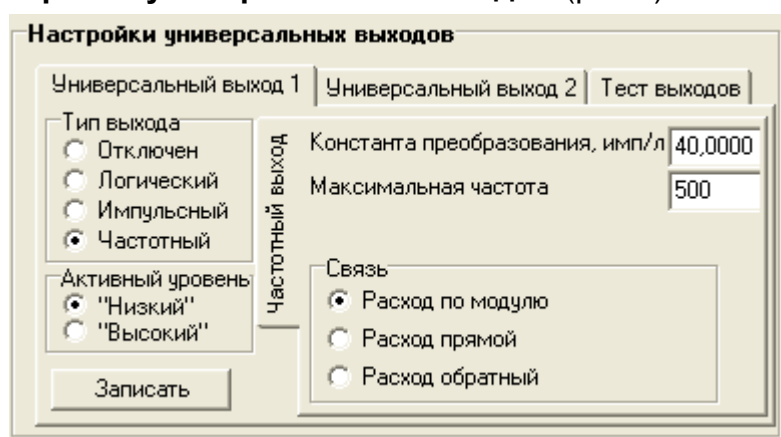

Рис.9. Вид группы «Настройки универсальных выходов».
- 2.4.1. Установочные параметры универсальных выходов находятся на вкладке **Настройки** основного окна программы «Монитор» в группе **Настройки универсальных выходов** (рис.9).